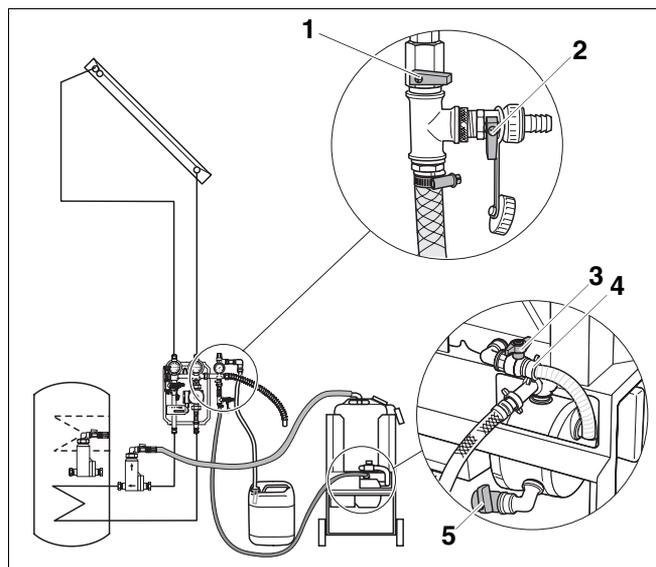

Abb. 30 Druckschlauch entleeren
- Öffnen Sie den FE-Hahn (Abb. 30, **Pos. 2**) im Abgang des T-Stückes am Druckschlauch (Luft zieht in den Schlauch).
- Schließen Sie zum Entleeren der Befüllpumpe den Kugelhahn (Abb. 30, **Pos. 3**) am Saugschlauch.
- Öffnen Sie den Ablasshahn (Abb. 30, **Pos. 5**) der Befüllpumpe und lassen Sie den Druckschlauch in Richtung der Befüllpumpe leer laufen (ggf. Schlauch anheben). Lassen Sie die Befüllpumpe über den Ablasshahn leer laufen.
- Schließen Sie den Ablasshahn (Abb. 30, **Pos. 5**).
- Schließen Sie beide FE-Hähne (Abb. 30, **Pos. 1** und **2**) am T-Stück des Druckschlauches und lösen Sie die Überwurfmutter.
- Entleeren Sie den Behälter. Lösen Sie die Überwurfmutter (Abb. 30, **Pos. 4**) des Saugschlauches am Kugelhahn und entnehmen Sie den Behälter aus der Befüllstation.